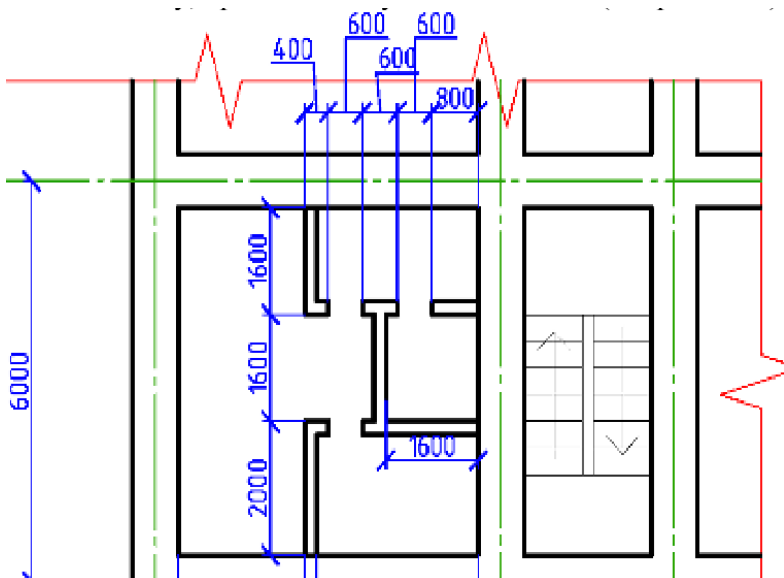

Рис. 156 – Проставка размеров
13. Начертим внутренние дверные проемы. Для этого нужно построить отрезки, которые послужат кромками обрезки. Постройте линии с координатами: (90,97) – (90,99); (96,97) – (96,99); (90,115) – (90,117); (96,115) – (96,117); (102,115) – (102,117); (108,115) – (108,117). Удалите лишние отрезки и оформите чертеж в соответствии с рисунком 151. Проставьте размеры (рисунок 156).